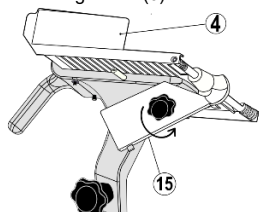

FIG 4. LIBERAR PISÓN
1. Coloque el producto a cortar sobre el carro (4). Use productos a temperaturas mayores a 2°C preferentemente (36°F). Esta máquina no está diseñada para rebanar carne congelada y/o con hueso.
2. Libere el pisón (15) de la parte inferior de carro (4). Ahora, mueva el pisón hacia el lado superior de la barra, —NO FORZAR ESTA OPERACIÓN— después gire el pisón en sentido anti horario hacia su posición por encima del carro cargador. (Fig. 4)